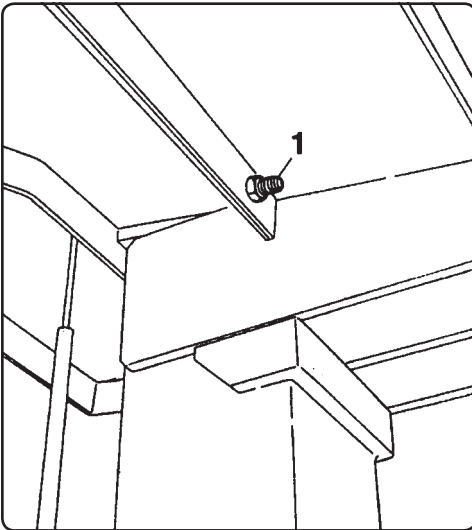
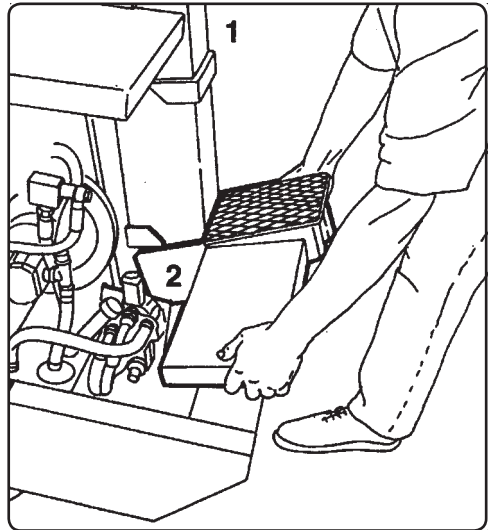

Fig. 6
Fig. 7
- 1) Posizionare lo spaccalegna in paino con l'incudine ben inserito nella propria sede superiore (1 Fig. 7). Controllare che il bullone di fissaggio sotto il piano di lavoro (solo per 700/900), sia ben serrato (1 Fig. 6). Qualora si volesse avere una maggiore distanza tra il coltello ed il piano di lavoro, controllare che quest'ultimo, nella posizione inferiore (2 Fig.)), sia in battuta contro il montante della macchina.
Nei mod. 700 e 900, è possibile aumentare la massima altezza di taglio, semplicemente togliendo la vite (1 Fig. 6) e spostando l'incudine dalla posizione 1 alla posizione 2 (Fig. 7). Controllare che il piano di lavoro sia a battuta contro il montante della macchina.
Ripristinando l'incudine alla posizione di partenza, ricordarsi di reinserire la vite e dado di bloccaggio (1 Fig. 6).